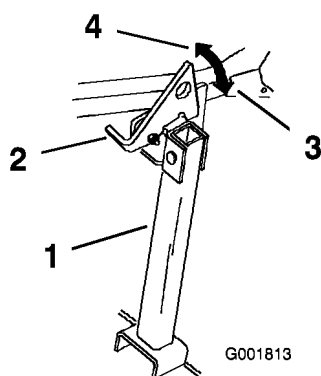

Figura 32
2. Alzate il dispositivo di chiusura per sbloccarlo (Figura 32).